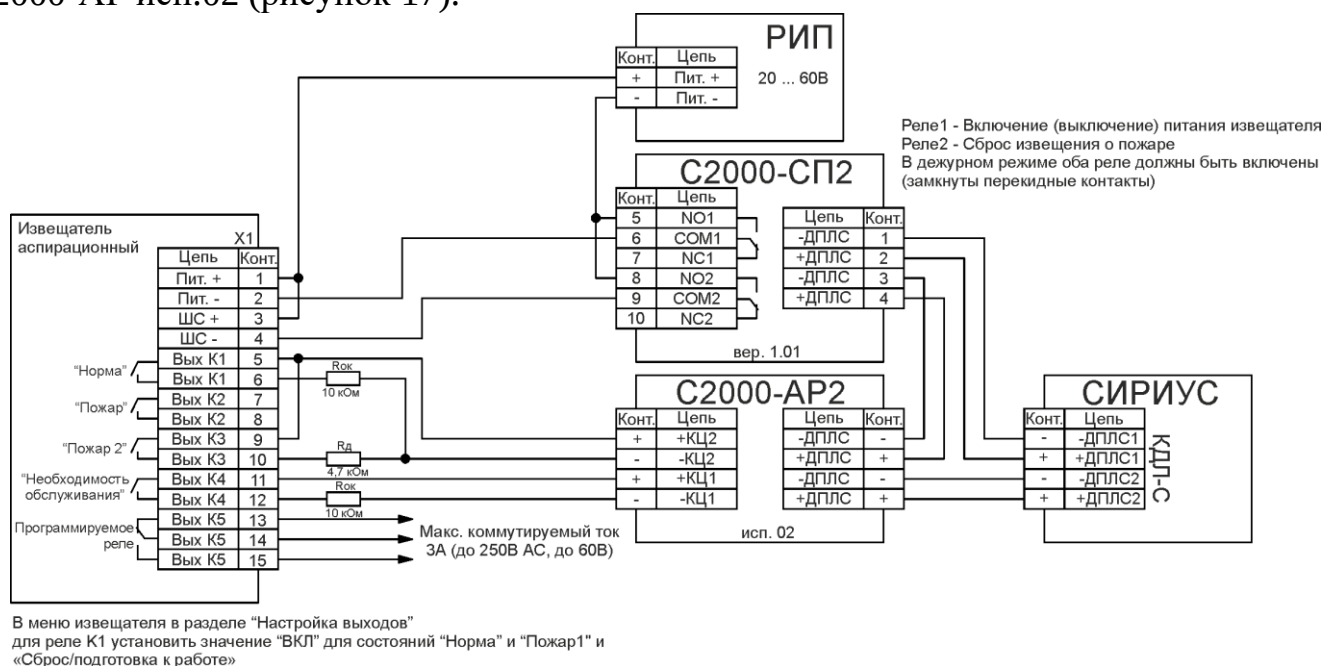

Рисунок 17 – Схема подключения к ППКУП «СИРИУС»
17.2 Схема подключения к ППКУП «СИРИУС» через адресную метку С2000-АР исп.02 (рисунок 17).